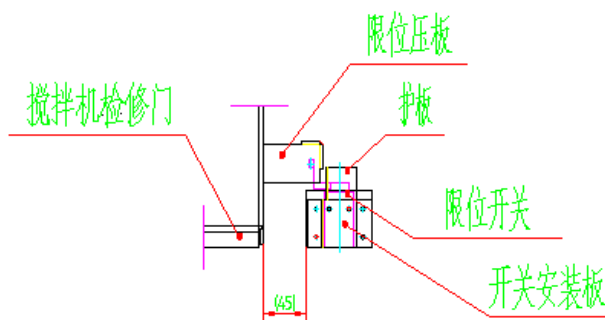

图 20 搅拌机限位开关的更换示意图
- (1). 拆下护板、限位开关, 取下电线;
- (2). 按图 20 和表 13 所示, 安装新的限位开关, 接线, 装护板。